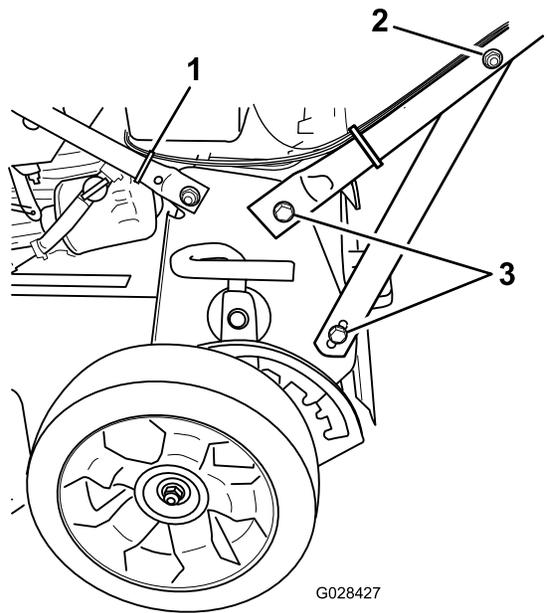

Figura 5
2. Porca no suporte de apoio do manípulo (2)
3. Parafuso (4)
5. Instale uma braçadeira de cabos no manípulo inferior no local que se mostra na Figura 5 e corte o material em excesso da braçadeira.
4. Aperte os dispositivos de fixação que suportam o manípulo em ambos os lados da máquina como se mostra na Figura 5.